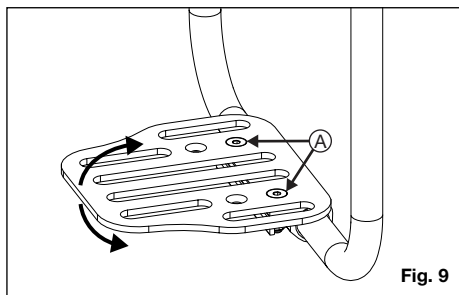

Fig. 9
1. Afloje los dos tornillos (Fig. 9:A) en la parte superior del apoyapiés con una llave Allen de 4 mm. Hay tuercas nylock empotradas en la parte inferior de la abrazadera. Asegúrese de evitar que éstas se caigan al aflojar los tornillos.
2. Gire el apoyapiés al ángulo deseado y fíjelo en su lugar apretando de nuevo los dos tornillos (Fig. 9:A).